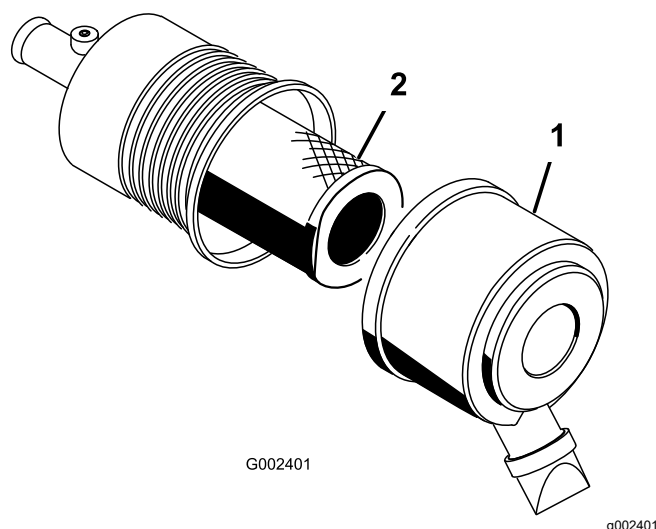

図 84
1. エアクリーナのラッチを外し、ボディーからカバーを抜き出す 図 84。
3. エアクリーナのボディーから、フィルタをしっかりと引き出す (図 84)。
5. フィルタをゆっくり押し込むようにしてボディチューブに取り付ける **図 84**。
6. 上下方向を間違えないように、エアクリーナカバーを正しく取り付け、ラッチを掛ける **図 84**。